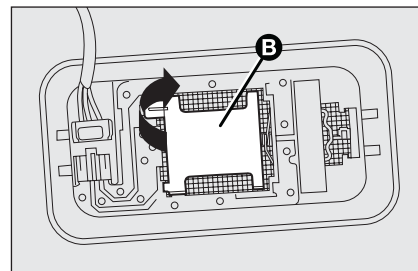

fig. 41
- ouvrir le capuchon **B-fig. 41** comme indiqué;
- refermer la couverture **B-fig. 41** et fixer le plafonnier dans son logement en s'assurant de son blocage.